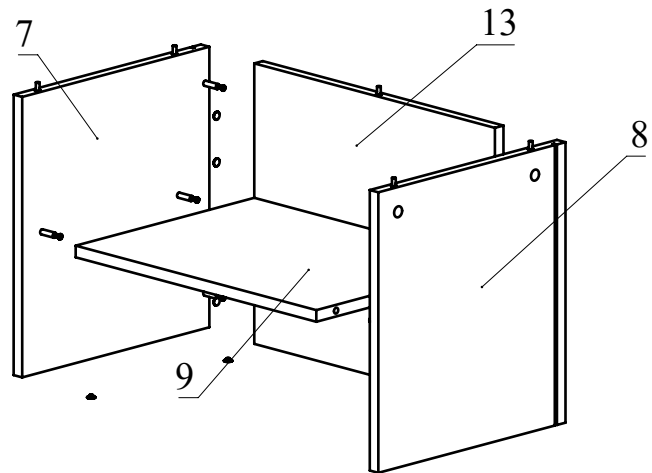

Рис.6
6. Соберите сборку согласно схемы, стягивая детали 9, 13 с деталями 7, 8 (Рис. 6).